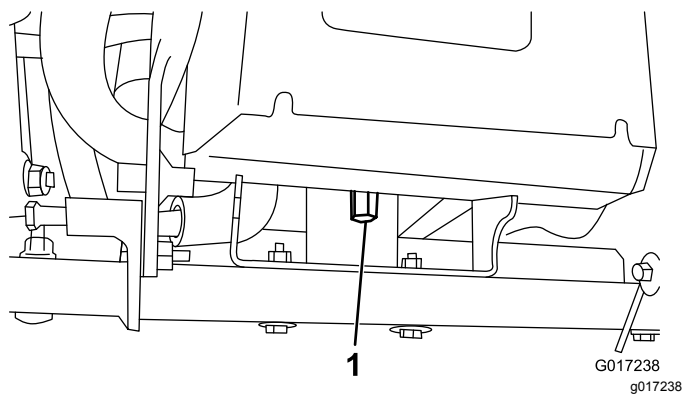

Figura 11
4. Retire a porca alta que fixa a parte posterior da base da bateria à estrutura da máquina (Figura 11).